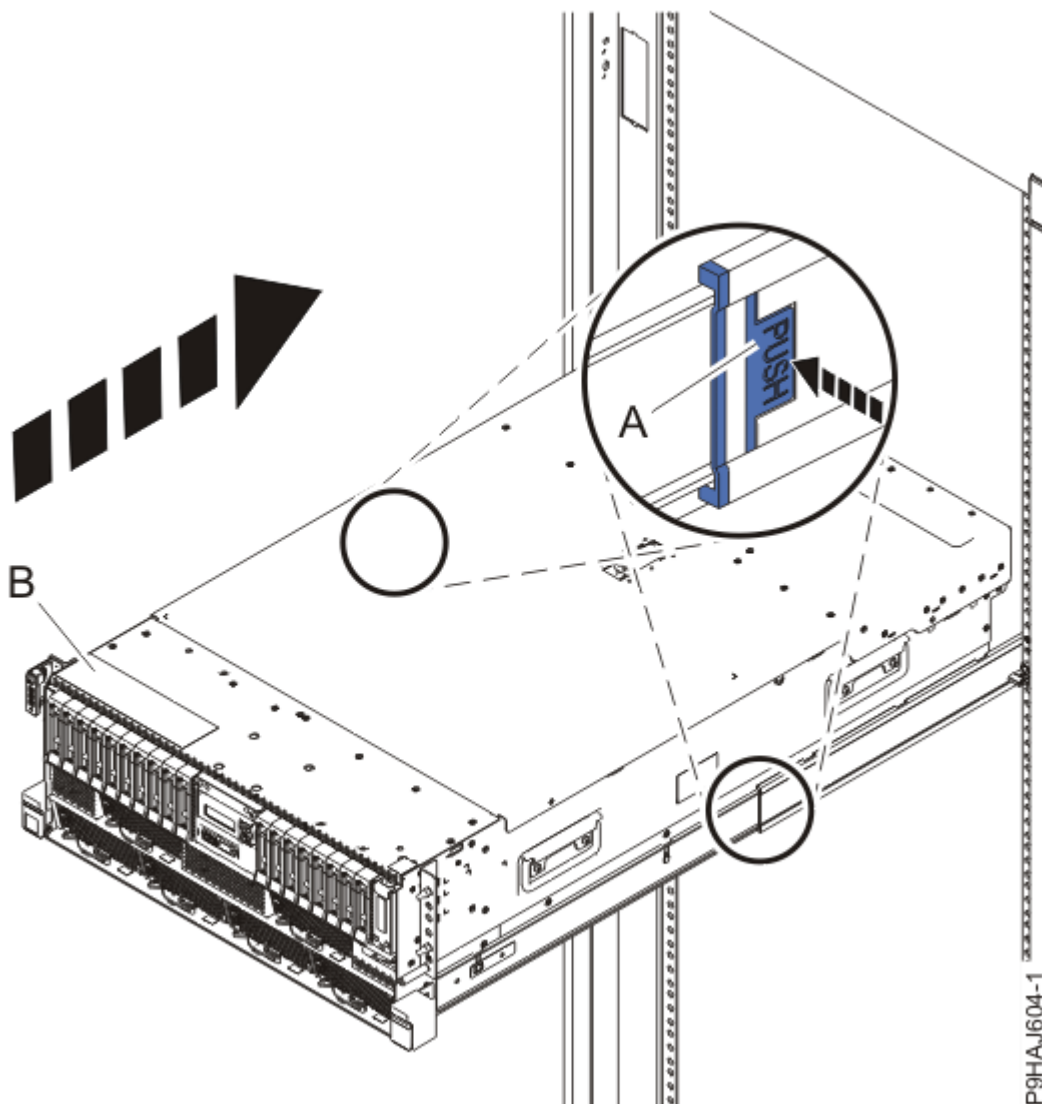

Figura 60. Colocación del sistema en la posición operativa
3. Para un sistema montado en bastidor, desbloquee los pestillos de seguridad de color azul de los rieles **(A)**, tal como se muestra en la Figura 60 en la página 82 presionándolos hacia dentro. Asegúrese de que los brazos portacables se pueden mover libremente. Asegúrese de que los cables de la parte posterior de la unidad no queden atrapados ni se enreden al empujar la unidad hacia la posición operativa.